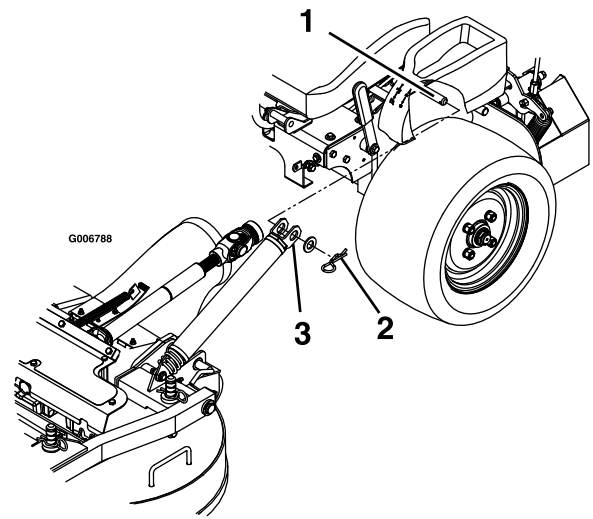

Figura 78
4. Retire os pernos de gancho e anilhas no topo da mola que ajuda à elevação da plataforma em cada lado da máquina (Figura 78).
10. Instale as molas nos pinos de ancoragem da mola debaixo das consolas esquerda e direita e fixe com uma anilha e um perno de gancho (Figura 78).